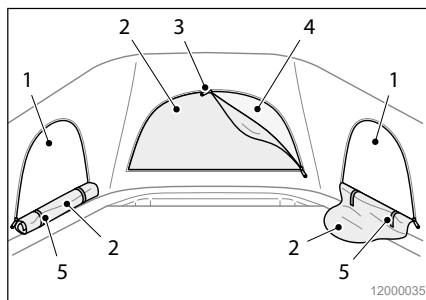

Abb. 13 Fenster und Moskitonetz
Bei angehobenem Dachbett sind alle Verdunklungen zugänglich. An den beiden Seiten ist unter der Verdunklung ein Fenster (Abb. 13/1) angebracht.
An der Frontseite verbirgt sich unter der Verdunklung ein Moskitonetz (Abb. 13/4).
1. Öffnen Sie die Verdunklungen an den Reißverschlüssen (Abb. 13/3).
2. Raffen Sie den Stoffbalg (Abb. 13/2) der Verdunklungen zusammen und befestigen Sie den Stoffbalg mit den Klettbindern (Abb. 13/5).
1. Öffnen Sie das Moskitonetz (Abb. 13/4) an den Reißverschlüssen.